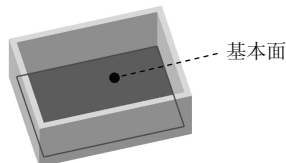

图 4.5.4 选取基本平面
Step3. 选取基本面。确认“转换为钣金”对话框 **基本面** 区域中的“基本面”按钮  被按下；在系统 **选择基本面** 的提示下，选取图 4.5.4 所示的模型表面为基本面。